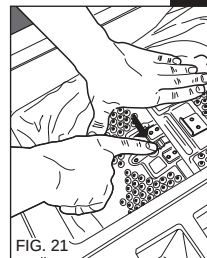

FIG. 21
- 7 Pour ouvrir le portillon du tambour, appuyez sur la touche rouge débloquent la sécurité en tenant les deux portillons d'une main (Fig. 21).